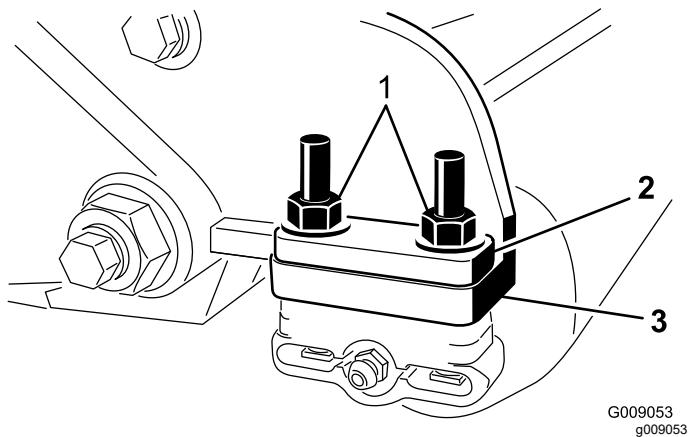

Figura 7
- Retire las 2 contratuerzas con arandela prensada que sujetan cada soporte de rodillo a las chapas laterales (Figura 7).